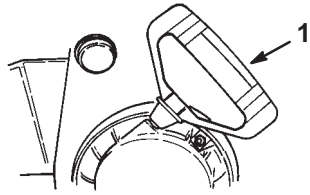

Figure 22
- **Lanceur** (Fig. 22)—Le lanceur se trouve à l'arrière du moteur. Tirez sur le lanceur pour mettre le moteur en marche.
8. Prenez la poignée du lanceur (Fig. 22) et tirez-la lentement jusqu'à ce que vous sentiez une résistance, puis tirez vigoureusement pour lancer le moteur.